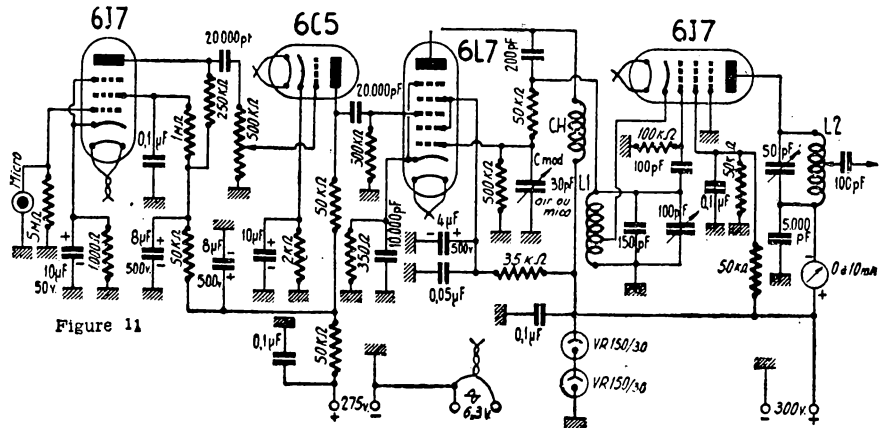

Figure 11
A. — Pilotage par oscillateur « électron-couplé » (fig. 11). La sortie fournit des oscillations modulées en fréquence sur